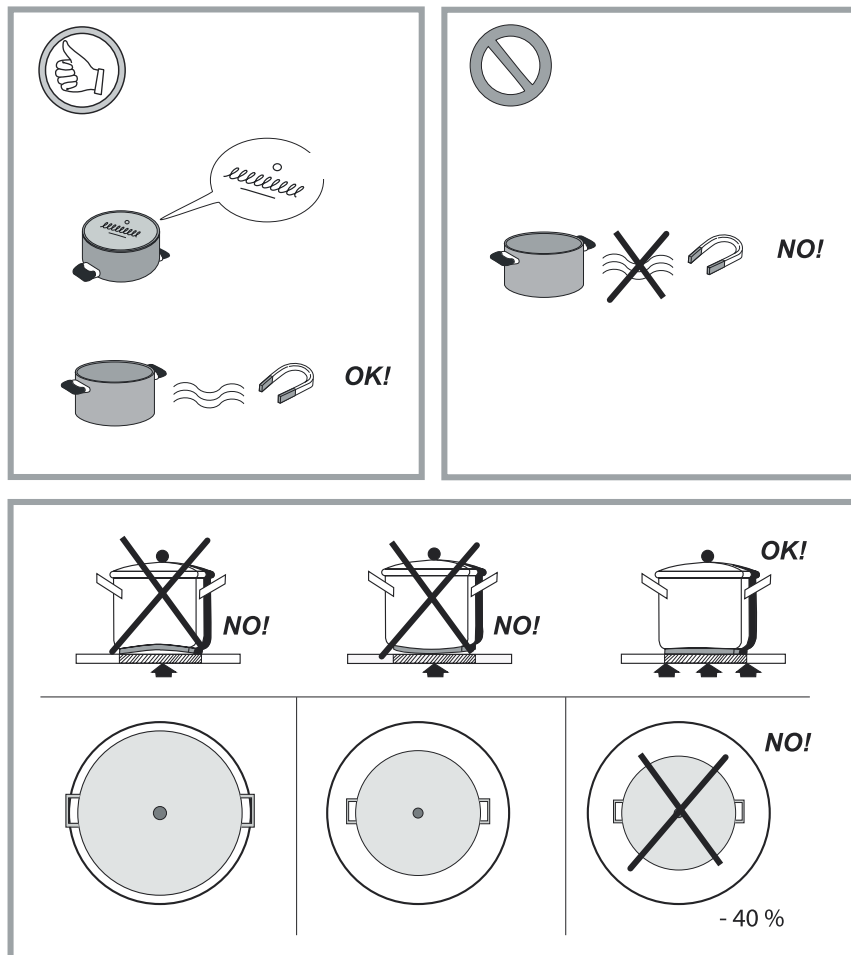

Fig. 15
- Sørg for, at kogegrej altid er centreret på kogezone. Fig. 15